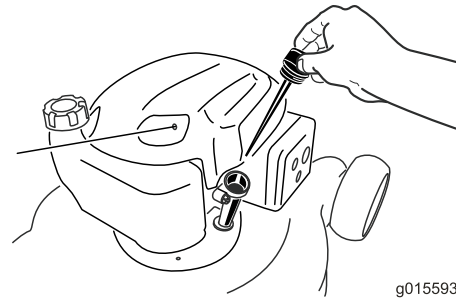

Bild 15
2. Entfernen Sie den Ölmesstab, wischen ihn ab und stecken ihn bis zum Anschlag in den Öleinfüllstutzen, **schrauben Sie ihn nicht hinein** (Bild 15).